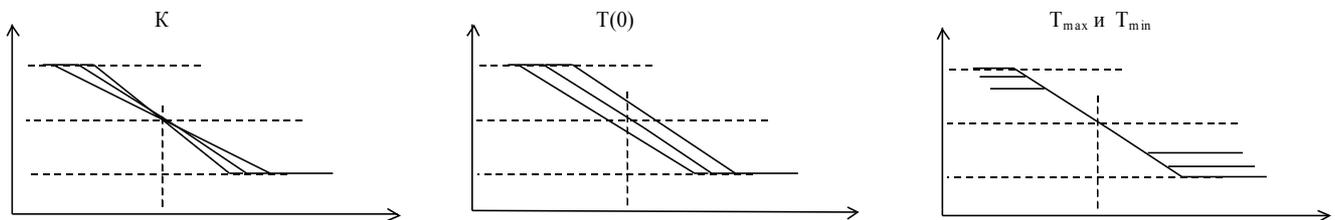

Рис. 2
Общий вид отопительного графика показан на Рис. 2 (для  $T_{обр}$  верхняя срезка  $T_{max}$  отсутствует).
- **Тобр(0)** - температура обратной воды при Тнв=0°C (см. Рис. 2);